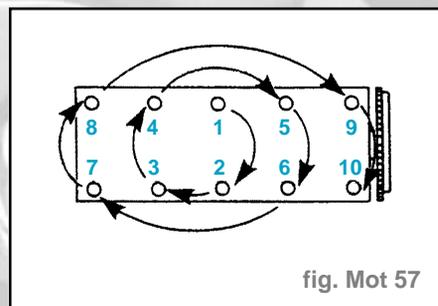

fig. Mot 57
- Impératif** : Serrer les vis de culasse dans l'ordre indiqué (fig. Mot. 57).